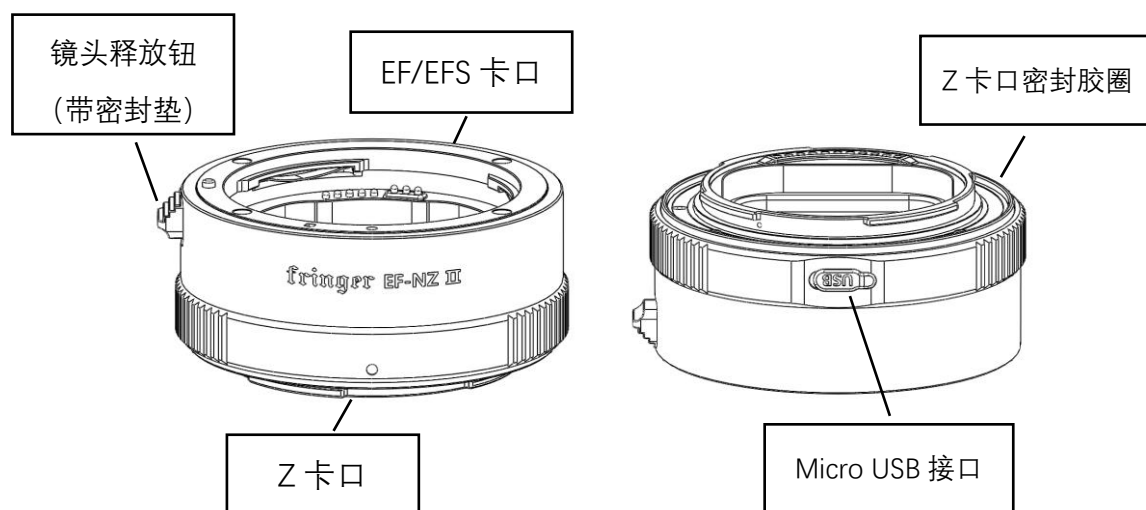

图 1. Fringer EF-NZ II 转接环示意图
3) 取下转接环底部脚架座旁的 USB 插座（参见图 1）上的防尘塞，将 Micro USB 电缆一端插入，插头的方向不要插反，轻轻插到底。